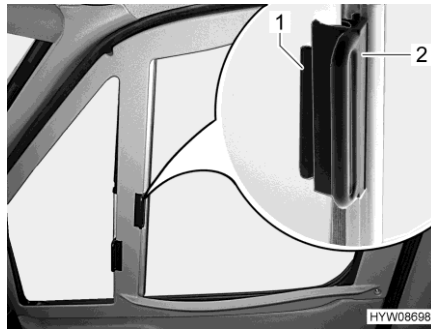

Fig. 26 Estor plegable (ventana del conductor/acompañante)
- Cerrar los estores plegables para la ventana del conductor y la ventana del acompañante tirando en el tirador (Fig. 26,2) hacia el otro lado de la ventana y uniéndolos en las tiras magnéticas.
- Introducir los estores plegables para la ventana del conductor y la ventana del acompañante hasta el tope desplazando el tirador (Fig. 26,2).
- Desplazar el tirador (Fig. 26,2) hasta la pieza sobrepuesta (Fig. 26,1).